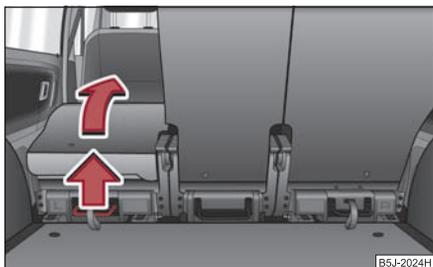

Fig. 67 Abatir el asiento completamente hacia delante
- Tirar de la palanca ⇒ fig. 67 hacia arriba y abatir después el asiento completamente hacia delante.